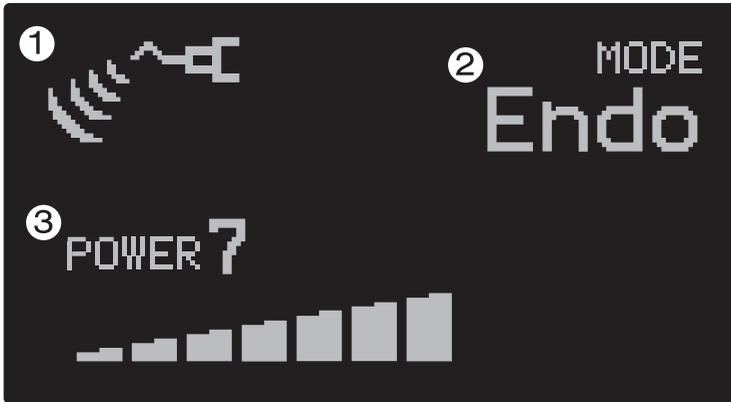

Fig. 2 Pantalla normal cuando se utiliza el escariador
◆ **Pantalla de vibración ultrasónica** (Fig. 2– ①)
◆ **Pantalla de modo de vibración** (Fig. 2– ②)
◆ **Pantalla de nivel de potencia** (Fig. 2– ③)